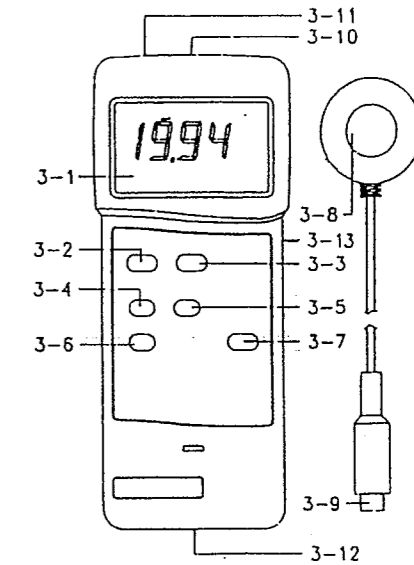

図1
- (1) 「電源ON/OFFスイッチ (図1, 3-2)」を押してONにしてください。
- (2) 「レンジスイッチ (図1, 3-7)」を押して最大レンジを選択して下さい。
- (3) 下記の手順によりゼロ調整をして下さい。
- ① 「UVセンサー (図1, 3-8)」を手のひらで覆って「UVセンサー」への光の侵入を遮断して下さい。
- ② 「ゼロ調整ボタン (図1, 3-6)」を押します。表示部の値は0になります。
- ③ 「UVセンサー」から手を外します。
- (4) 「UVセンサー」を直接光源の下に置きます。表示部にUV値が表示されます。
測定中「データホールドスイッチ (図1, 3-3)」を押すと表示値がホールドされ表示部に「D.H」マークが点灯します。データホールド機能を解除するには「データホールドスイッチ」を再度押して下さい。
データ記録機能では、測定した最大値・最小値を表示します。「メモリー RECORD(記録) スイッチ (図1, 3-4)」を押すと「REC」マークが表示部に点灯し、データ記録機能になります。
- ① 「メモリー RECALL(呼出) スイッチ (図1, 3-5)」を1回押すと「MAX」マークと記録された最大値が表示部に点灯します。
- ② 「メモリー RECALL(呼出) スイッチ」を再度押すと「MIN」マークと記録された最小値が表示部に点灯します。
- (1) 本器はオートパワーオフ機能付きで、電池消耗を防ぎます。最終操作後約10分で自動的に電源がオフされます。オートパワーオフ機能を解除するには「メモリー RECORD (記録) スイッチ」を押して下さい。
- (2) 表示部のコントラスト調整ができます。「LCD コントラスト調整 (図1, 3-13)」で見やすいコントラストに調整して下さい。
3.5mmφの「RS232用端子(図1, 3-11)」によりRS232データ出力ができます。コネクタ出力は16桁シリアルデータ出力です。
- 本体裏面の「電池カバー（図1、3-12）」を取り外し、電池を取り出します。